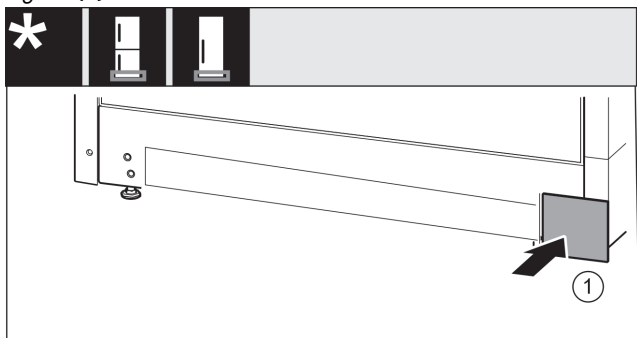

Fig. 20
- ▶ Osłonę założyć ponownie z drugiej strony. Fig. 20 (1)